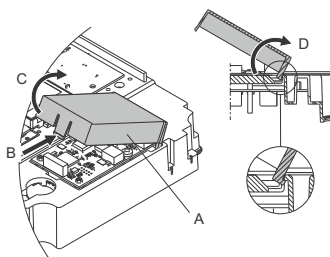

Рис. 60 Снятие крышки модуля СИМ
2. Снимите крышку (рис. 60, А) модуля СИМ, нажав на стопорный выступ (рис. 60, В) и приподняв конец крышки (рис. 60, С). Затем снимите крышку с защёлки (рис. 60, D).